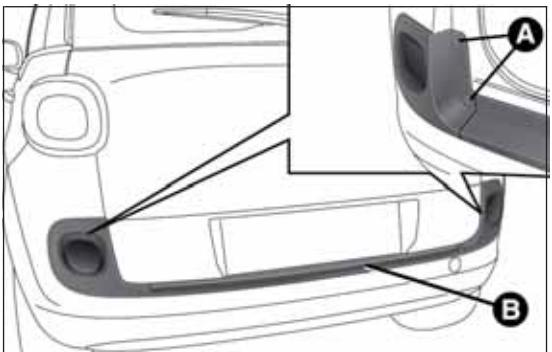

fig. 187
- aprire il bagagliaio, rimuovere la cornice di finizione, svitare le quattro viti di fissaggio A fig. 187 e rimuovere il gruppo ottico B;
- ❑ rimontare correttamente il gruppo ottico B fig. 187 avvitando le quattro viti di fissaggio A, quindi chiudere il bagagliaio.